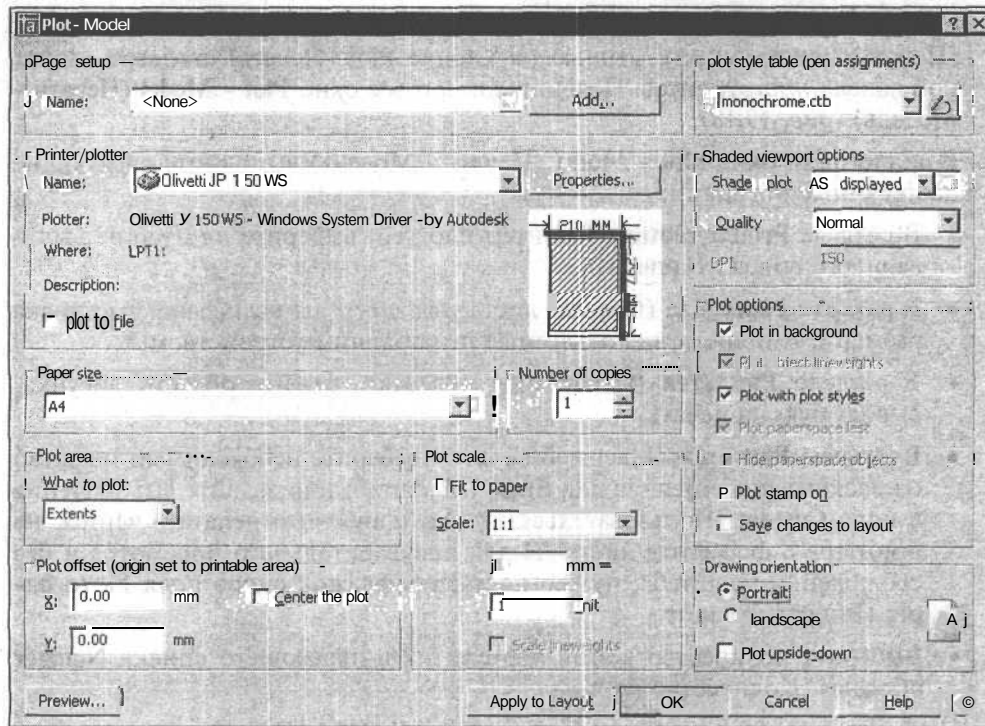

Рис. 19.19. Выбор стиля и режима печати
6. Нажмите кнопку со стрелкой в правом нижнем углу диалогового окна **Plot - Model** (Печать - Модель) и разверните вторую половину диалогового окна. Выполните на ней следующие настроечные операции (рис. 19.19).